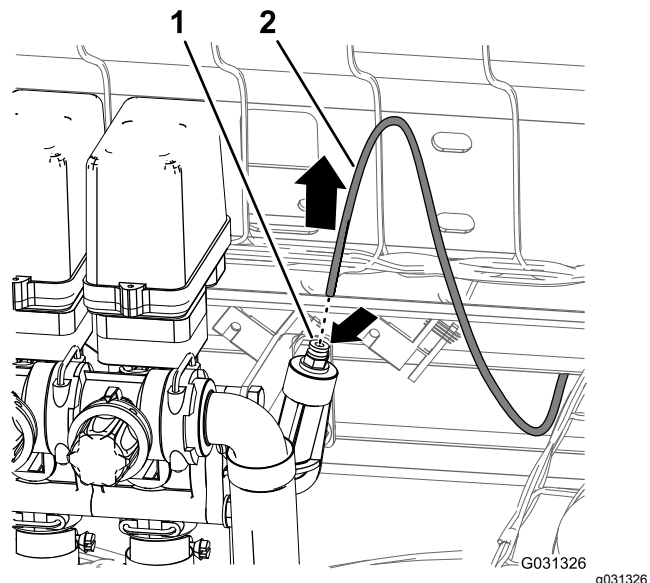

図 42
1. 右側ブーム用バルブの右側にある圧力ポートのチューブカップラにあるカラーを押し込む 図 42。
2. ダッシュボード用の水圧検知チューブを抜き出す 図 42。